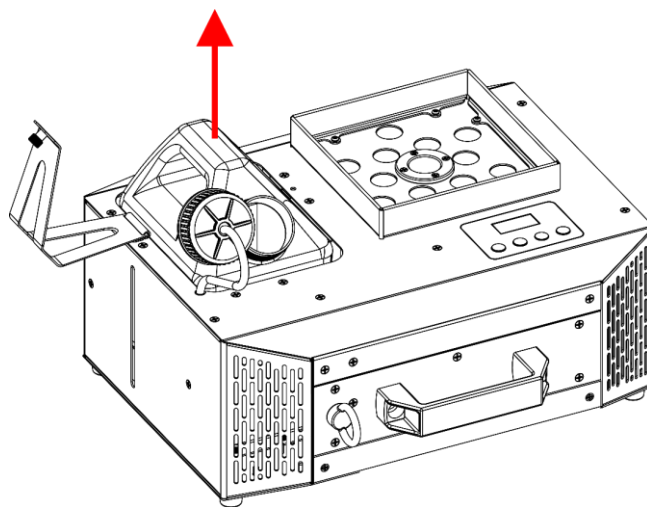

Abb. 41
- 05) Nehmen Sie den **Flüssigkeitstank (02)** heraus, wie in Abb. 41 gezeigt.